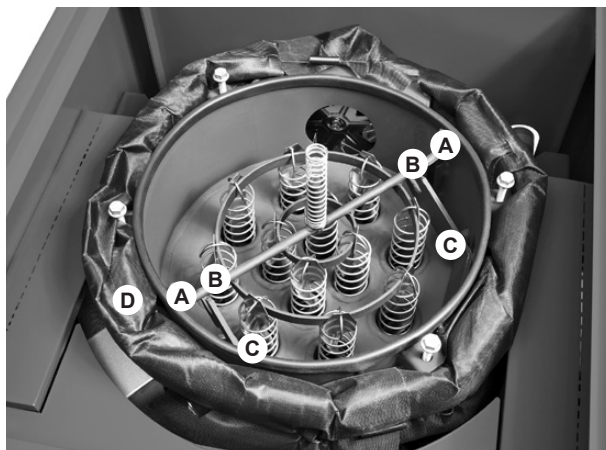

Bild 08
6. Nachfolgende Teile (Bild 08) mit Haftschrifert schmieren:
- Führungsschienen (A)
- Kontaktstellen Hebel-Formrohr (B)
- Hebeldrehpunkte (C)
- Exzentrerscheibe (D)